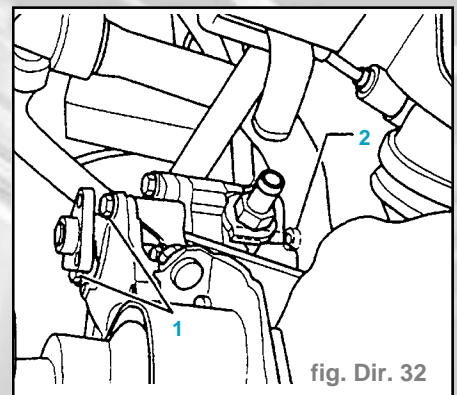

fig. Dir. 32
- Dévisser le flexible de pression (2), ouverture 22 mm.
- Dévisser les vis six pans (1) et la vis à six pans creux (2) (fig. Dir. 32).
- Serrer les vis (1) et (2) à 2 daN.m (fig. Dir. 32).